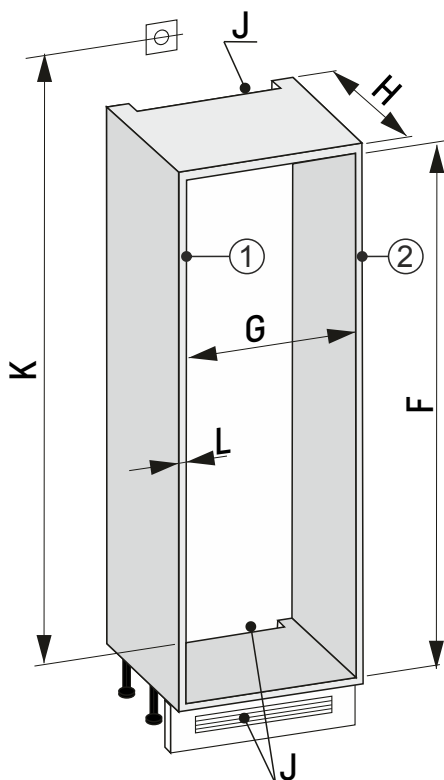

Fig. 85 Výklenek 30"
- Změřte tloušťku stěny nábytku Fig. 85 (L).